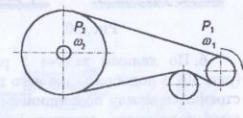

Рис. 29
4. Рассчитать плоскоремённую передачу с натяжным роликом (рис. 29). Мощность на ведущем шкиве P_1 , угловая скорость его ω_1 и передаточное число передачи u приведены в табл. 29.